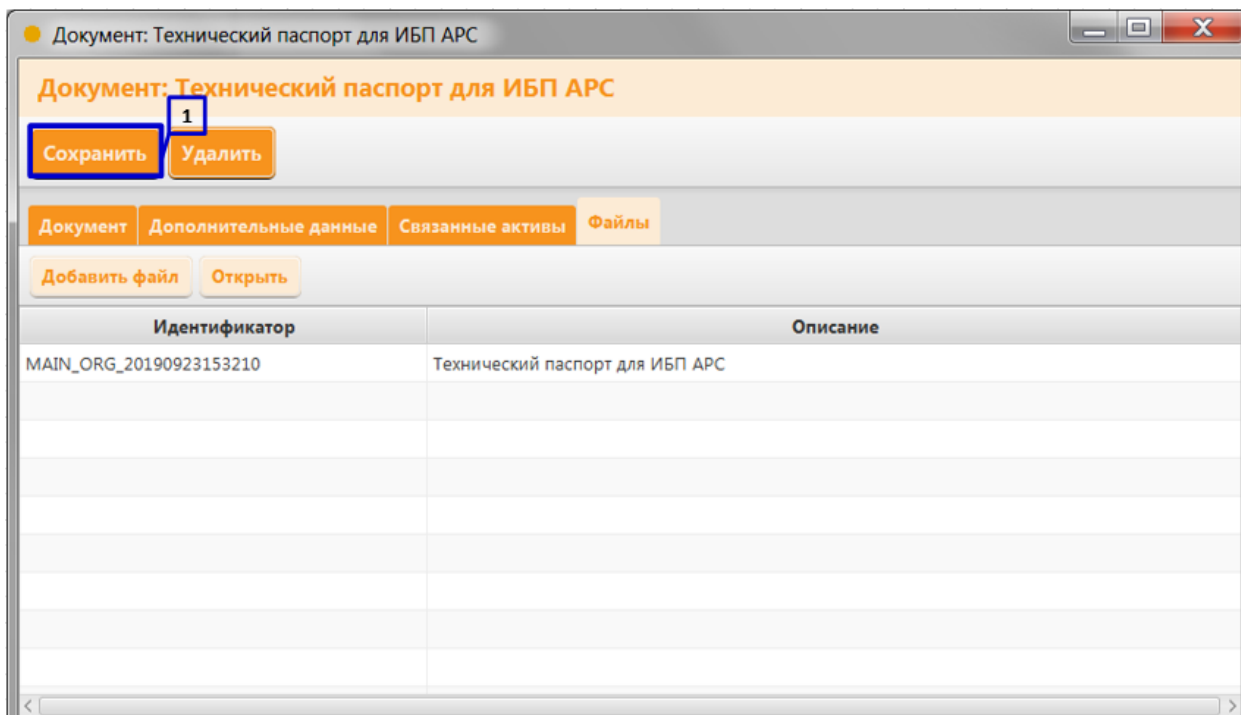

Рисунок 59. Создание документа: добавление электронного документа (Часть 3)
24. Сохраните внесенные данные, нажав на клавишу «Сохранить» (Рисунок 59 пункт 1);